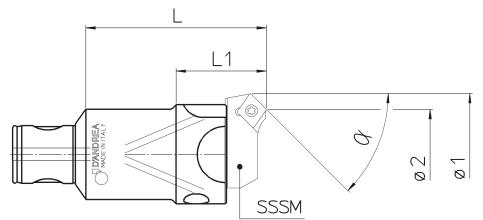

fig.2
- (fig. 2) an SSCC bit holder and an SMCC bit holder not at the same plane and with the two cutting edges set at different radial distances for high cutting depth roughing operations.
- (Abb. 2) je einen Plattenhalter SSCC und SMCC auf verschiedener Höhe mit der Schneidkante der Wendeplatten auf verschiedenem Durchmesser einstellen für Schrupparbeiten mit großer Spantiefe.
- (fig. 2) un asiento SSCC y un asiento más bajo SMCC desalineados y con la punta de las plaquetas sobre diámetros diversos para operaciones de desbaste con fuertes profundidades de pasada.
- (fig.2) un porte-plaquette SSCC et un porte-plaquette SMCC dans deux plans avec les coupants réglés sur des différents diamètres pour l'ébauchage avec grande profondeur de passe.
- (fig. 2) un seggio SSCC ed un seggio più basso SMCC disallineati e con la punta degli inserti su diametri diversi per operazioni di sgrossatura con forti profondità di passata.